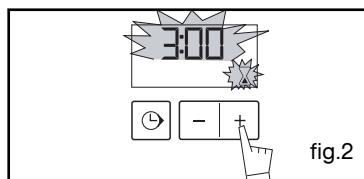

fig.2
- Regule o tempo pretendido premindo as teclas + ou - (fig.2).